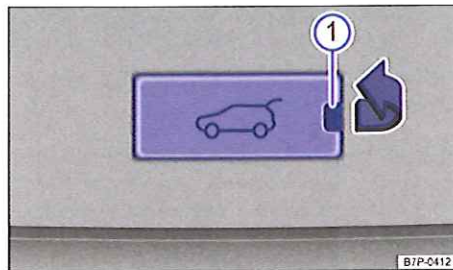

Fig. 257 Depuis le coffre à bagages : cache central dans la zone inférieure du revêtement intérieur du capot arrière.
- Retirez le cache dans la zone inférieure du revêtement intérieur du capot arrière en procédant dans le sens de la flèche → fig. 257. À cet effet, insérez un objet approprié, par ex. un tournevis fin, dans l'évidement ① du cache.